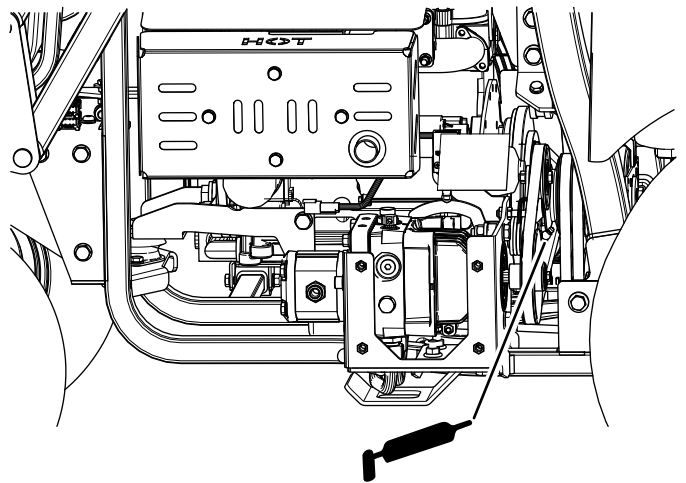

Figure 41
- Déposez le couvercle et graissez le support de la poulie de tension de PDF (Figure 41).